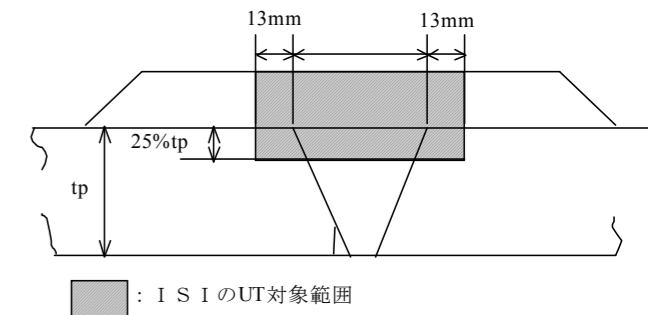

図5 ISIのUT検査範囲
- (2) 供用開始後は図5に示す範囲の UT を4運転サイクル毎に行う。